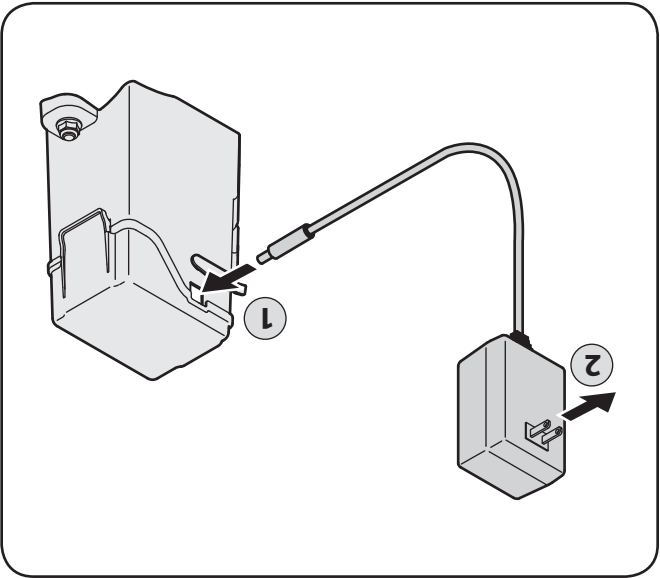

Figure 7-4
1. Dégagez le joint du couvercle à la charnière et branchez le chargeur de la batterie dans l'orifice sur le côté de l'habitacle de la batterie. Voir la Fig. 7-4.